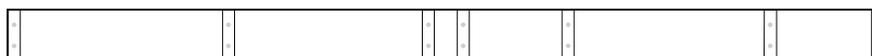

Abb. 22
- Alle Teile mit Schrauben  4x60 (Abb.22) anschrauben.